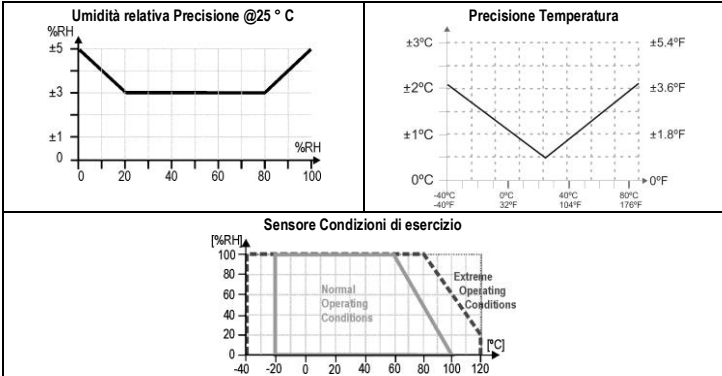

Fig. 1 - RH e temperature precisioni
Gamma: 0 e 100% (RH) (vedi Fig. 1);
Precisione: Consultare Fig. 1; **ripetibilità:** $\pm 0,1\%$ ° C;
Gamma: -20 e 100 ° C (vedi Fig. 1);